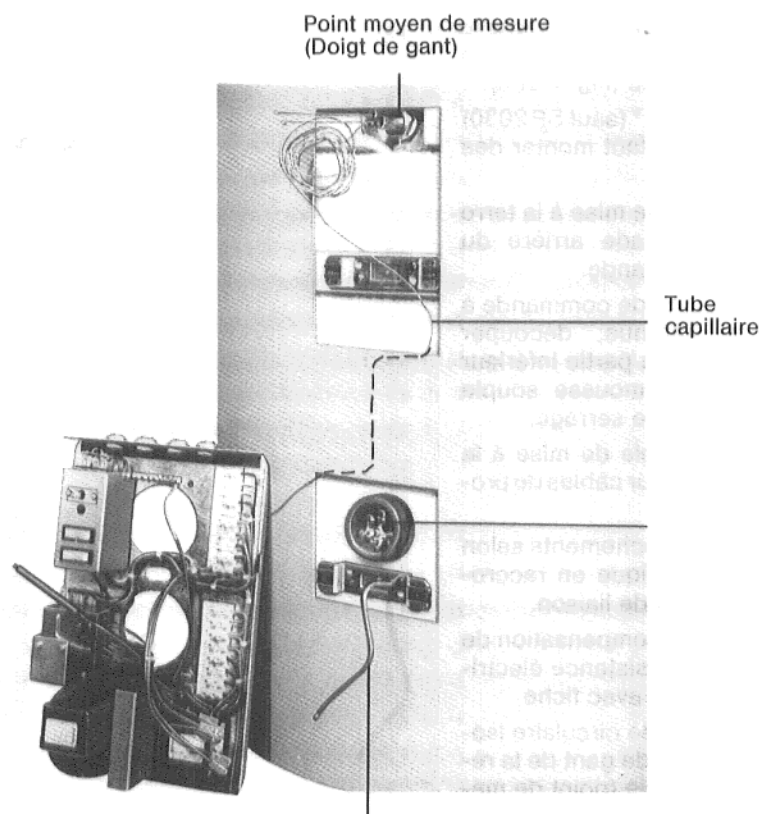

Fig. 7
6. Dévisser du tableau de commande le câble de mise à la terre avec œillet et le serrer à la mise à la terre du préparateur d'ECS (Fig. 7).
8. Guider le tube capillaire dans la nervure prévue dans la mousse rigide au-dessous de l'enveloppe vers le point moyen de mesure (ST 150 – ST 300, Fig. 7).
10. Introduire la sonde en 1/4 dans le doigt de gant et bloquer au moyen d'une vis sans tête (Fig. 7 et 8).